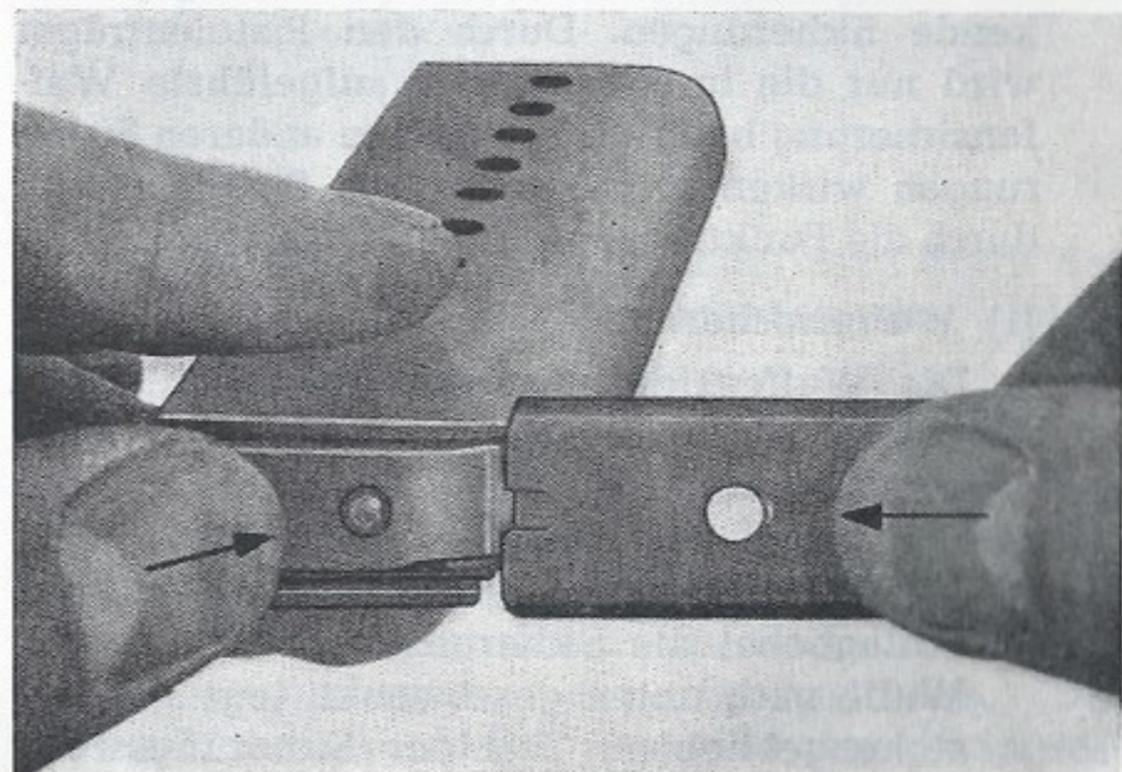

Bild 15
- (3) Den Bodenhalter in das Magazingehäuse drücken. Den Magazinboden nach Bild 15 aufchieben und einrasten lassen.